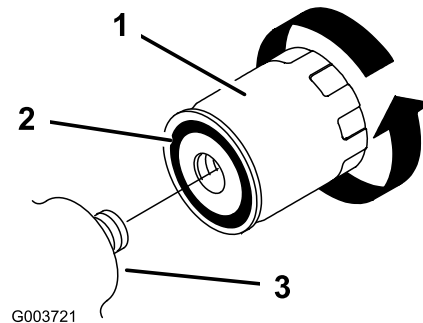

Figure 41
5. Enlevez le filtre à huile usagé (Figure 41) et essuyez la surface de l'adaptateur.
6. Appliquez une fine couche de liquide hydraulique sur le joint en caoutchouc du filtre de rechange (Figure 41).
7. Montez le filtre de rechange sur l'adaptateur (Figure 41). Tournez le filtre dans le sens horaire jusqu'à ce que le joint rejoigne l'adaptateur, puis serrez-le encore de 1/2 tour.